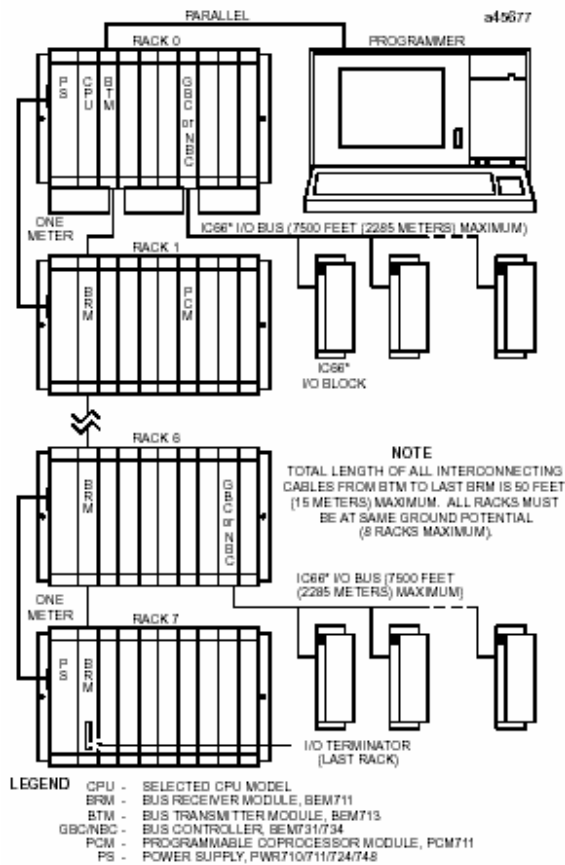

图 1. PLC系统配置实例
- 把CPX782模块安装在机架0的1槽。(见图1)
并行对接(只有基于MS-DOS程序设计器)程序设计器连接到总线发送器模块(IC698BEM713)顶端通道上, 如图1所示。编程功能的描述参见适用的**编程软件用户手册**。